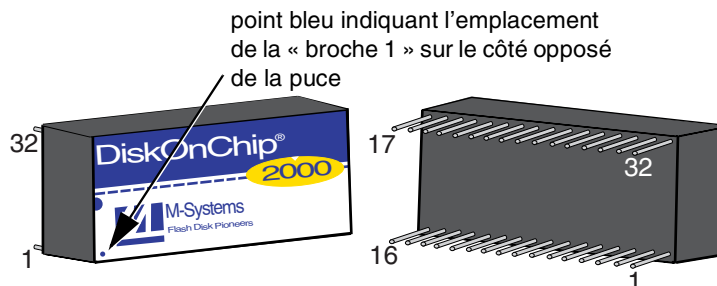

Figure 14 : Puce d'extension mémoire
9. Repérez la « broche 1 » sur la puce d'extension mémoire et sur l'embase. Un point bleu indique l'emplacement de la « broche 1 » sur la puce (voir la Figure 14).